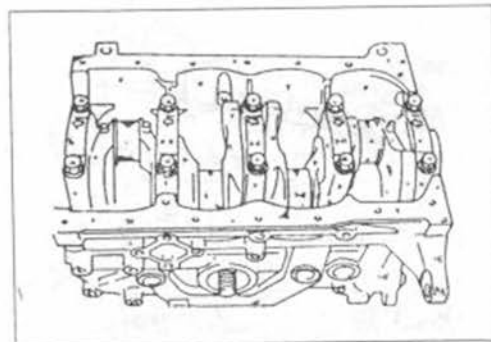

Рис.102.
- Крышки одеть на картер и ударить по ним резиновым или пластмассовым молотком. Стрелки всех крышек должны указывать на переднюю часть двигателя, как это видно с рис. 102.